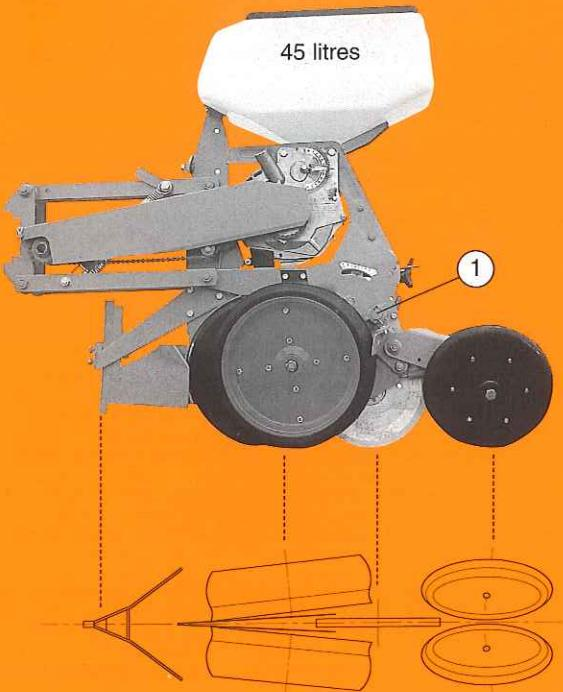

Fig. 54
- Semoir attelé, enlever les roues latérales de jauge avec les bras par les goupilles^① (fig. 54).
- With planter hitched, remove the side gauge wheels with arms by using the pins^① (fig. 54)
- Sämaschine ausheben, entfernen Sie den Splint^① - Fig. 54 und demontieren Sie die seitlichen Andruckrollen mit Armen.